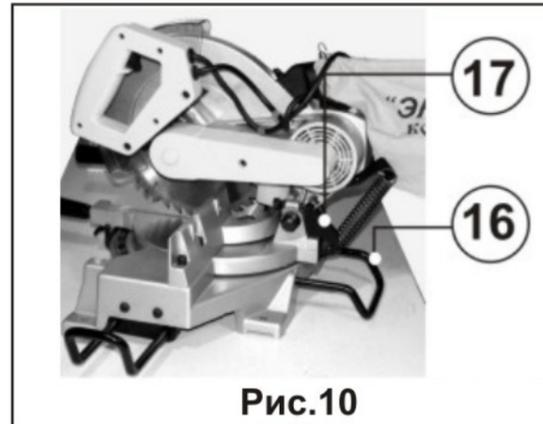

Рис.10
Для транспортировки пилы предусмотрена блокировка пилы в нижнем положении. Для этого опустите пилу в нижнее положение и поверните рычаг (17), Рис. 10, вперед.
Ручка для переноса (16), Рис.10, служит также для предотвращения опрокидывания пилы назад при возврате пилы в верхнее положение после окончания пиления. Для наибольшей эффективности ручку для переноса (упор) (16), Рис.10, необходимо выдвинуть максимально.